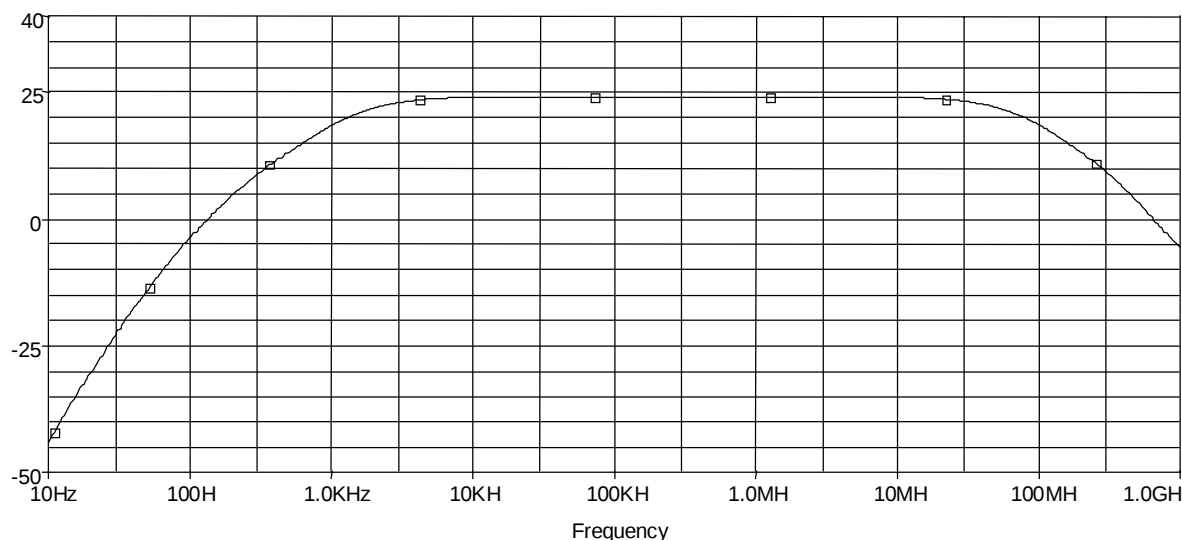

Figura 1. Diagrama de Bode
2. Calcular los parámetros: h_{ie} , h_{fe} y C_{ce} del transistor sabiendo que el diagrama de Bode es la representada en la figura 1, obteniéndose como la relación entre las tensiones medidas en los puntos de salida (N 5) y entrada (N 1). Despreciar el efecto de C3.